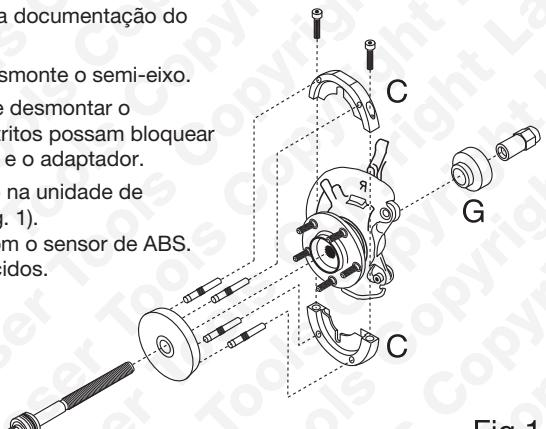
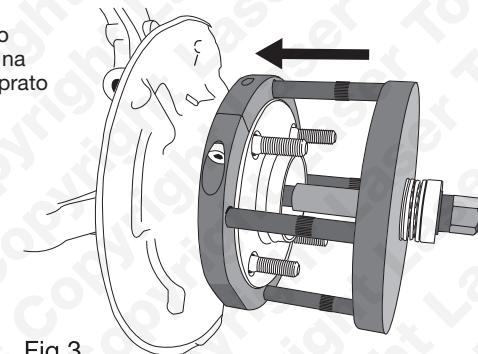
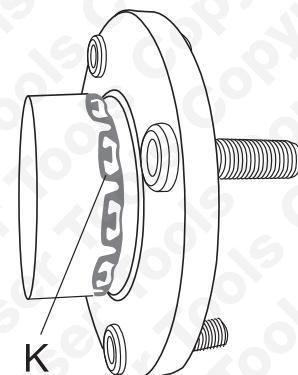

Fig 1
Fig 3
Fig 4
- Monte as meias-luas de desmontagem (C) na unidade de flange/rolamento; consulte o esquema (Fig. 1). Tenha cuidado para alinhar os entalhes com o sensor de ABS. Fixe os parafusos de montagem (D) fornecidos.
- Monte as quatro cavilhas de tracção (E) no prato de tracção (B). O anel de vedação em borracha na cavilha de tracção irá fixá-la no receptáculo do prato de tracção.
- Monte o adaptador de extracção (G) a partir da parte traseira, sobre a extremidade do parafuso de tracção. Extremidade do anel em direcção ao parafuso de tracção. Extremidade do anel em direcção ao parafuso de tracção - consulte a fig. 1.
- Fixe a ferramenta montada com a porca do parafuso de tracção (F). Extremidade rosada longa da porca do parafuso de tracção apertada em direcção ao parafuso de tracção - consulte a fig. 1.
- Para extraír a unidade flange/rolamento, mantenha a porca de tracção (F) fixa com uma chave de 30 mm enquanto roda o parafuso de tracção com uma chave de 22 mm através de uma extensão ou cabo de roquete longo (nunca utilize ferramentas pneumáticas).
- Consultar a fig. 3: Encaixe o conjunto de cavilhas/prato de tracção nas meias-luas e monte o parafuso de tracção principal através do conjunto de cavilhas/prato de tracção.
- Encaixe o adaptador de inserção (I) a partir da traseira, sobre a extremidade do parafuso de tracção, de forma a que este encaixe na aresta exterior na traseira do suporte do cubo.
- Para comprimir a unidade de flange/rolamento, mantenha a porca de tracção (F) fixa com uma chave de 30 mm enquanto roda o parafuso de tracção com uma chave de 22 mm através de uma extensão ou cabo de roquete longo (nunca utilize ferramentas pneumáticas).
- Rode o parafuso de tracção até a unidade de flange/rolamento estar completamente assente. Se equipado, assegure-se de que os espigões do anel de retenção dentado (K) estão devidamente assentes na ranhura de retenção. Consulte a fig. 4.